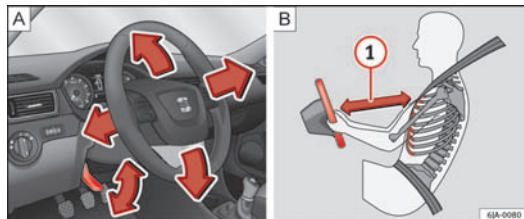

Fig. 101 Indstilleligt rat: arm på ratstammen / korrekt afstand mellem fører og rat
- Hold minimum en afstand på 25 cm mellem midten af rattet og din brystkasse (1) ⇒ Fig. 101 (B) ⇒ Side 134. Hvis denne minimumsafstand ikke overholdes, kan airbagsystemet ikke beskytte ordentligt – i tilfælde af en airbagudløsning kan det medføre livsfare!
- Drej armen under rattet nedad ⇒ Fig. 101 A.